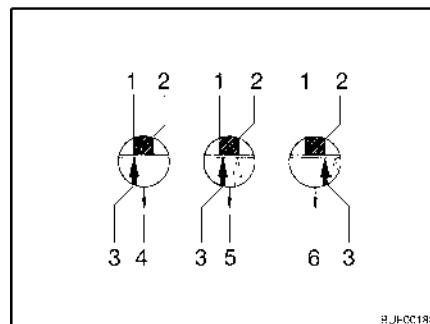

Fig. 157 Forros de fricción
- Cuando la flecha de la arandela de presión (Fig. 157,3) se encuentra delante o en la superficie de marcación (Fig. 157,1) los forros de fricción están todavía nuevos (Fig. 157,4).
- Cuando la flecha de la arandela de presión se encuentra dentro de la superficie de marcación (Fig. 157,1 a 2), los forros de fricción están ligeramente desgastados (Fig. 157,5).
- Cuando la flecha de la arandela de presión se encuentra al final de la superficie de marcación (Fig. 157,2) a la sobrepasa, los forros de fricción están desgastados (Fig. 157,6).